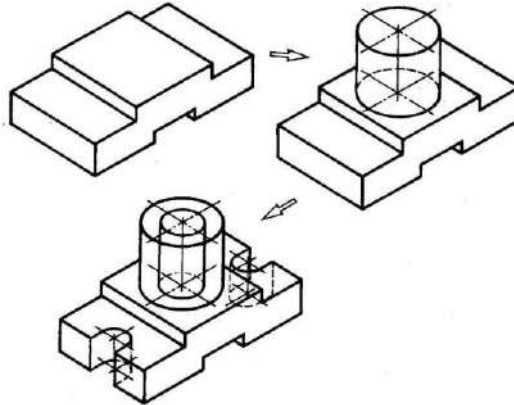

Рис. 14. Использование комбинированного способа построения изометрической проекции детали
3.Способ построения изометрической проекции на основе последовательного приращения (добавления) объемов применяется для выполнения изометрического изображения детали, форма которой получена из нескольких объемов, соединенных определенным образом друг с другом (рис.14).